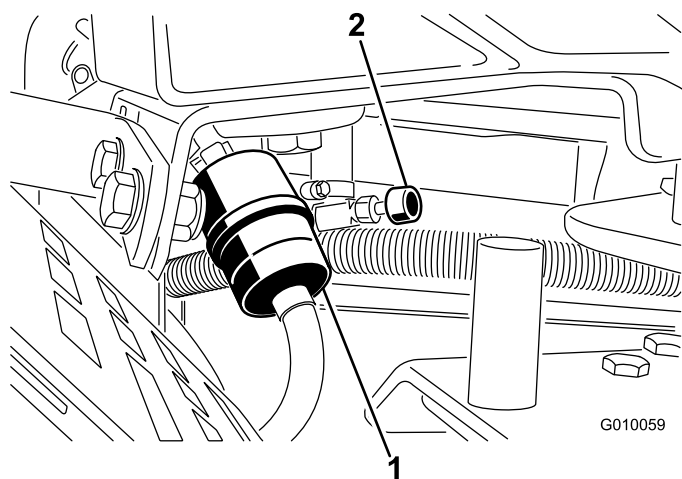

図 48
2. 燃料バルブを閉じる 図 48。
3. 古いフィルタのクランプをゆるめて脇に寄せる 図 48。
5. 新しいフィルタをホースに取り付け、クランプで固定する 図 48。
7. 燃料バルブを開く 図 48。
3. 燃料フィルタについているクランプをゆるめ、フィルタからずらす 図 48。
4. 燃料フィルタから燃料ホースを抜き取る 図 48。燃料バルブを開き、排出される燃料を適切な容器に受ける。
5. フィルタに燃料ホースをつなぎ、クランプで固定する(図 48)。